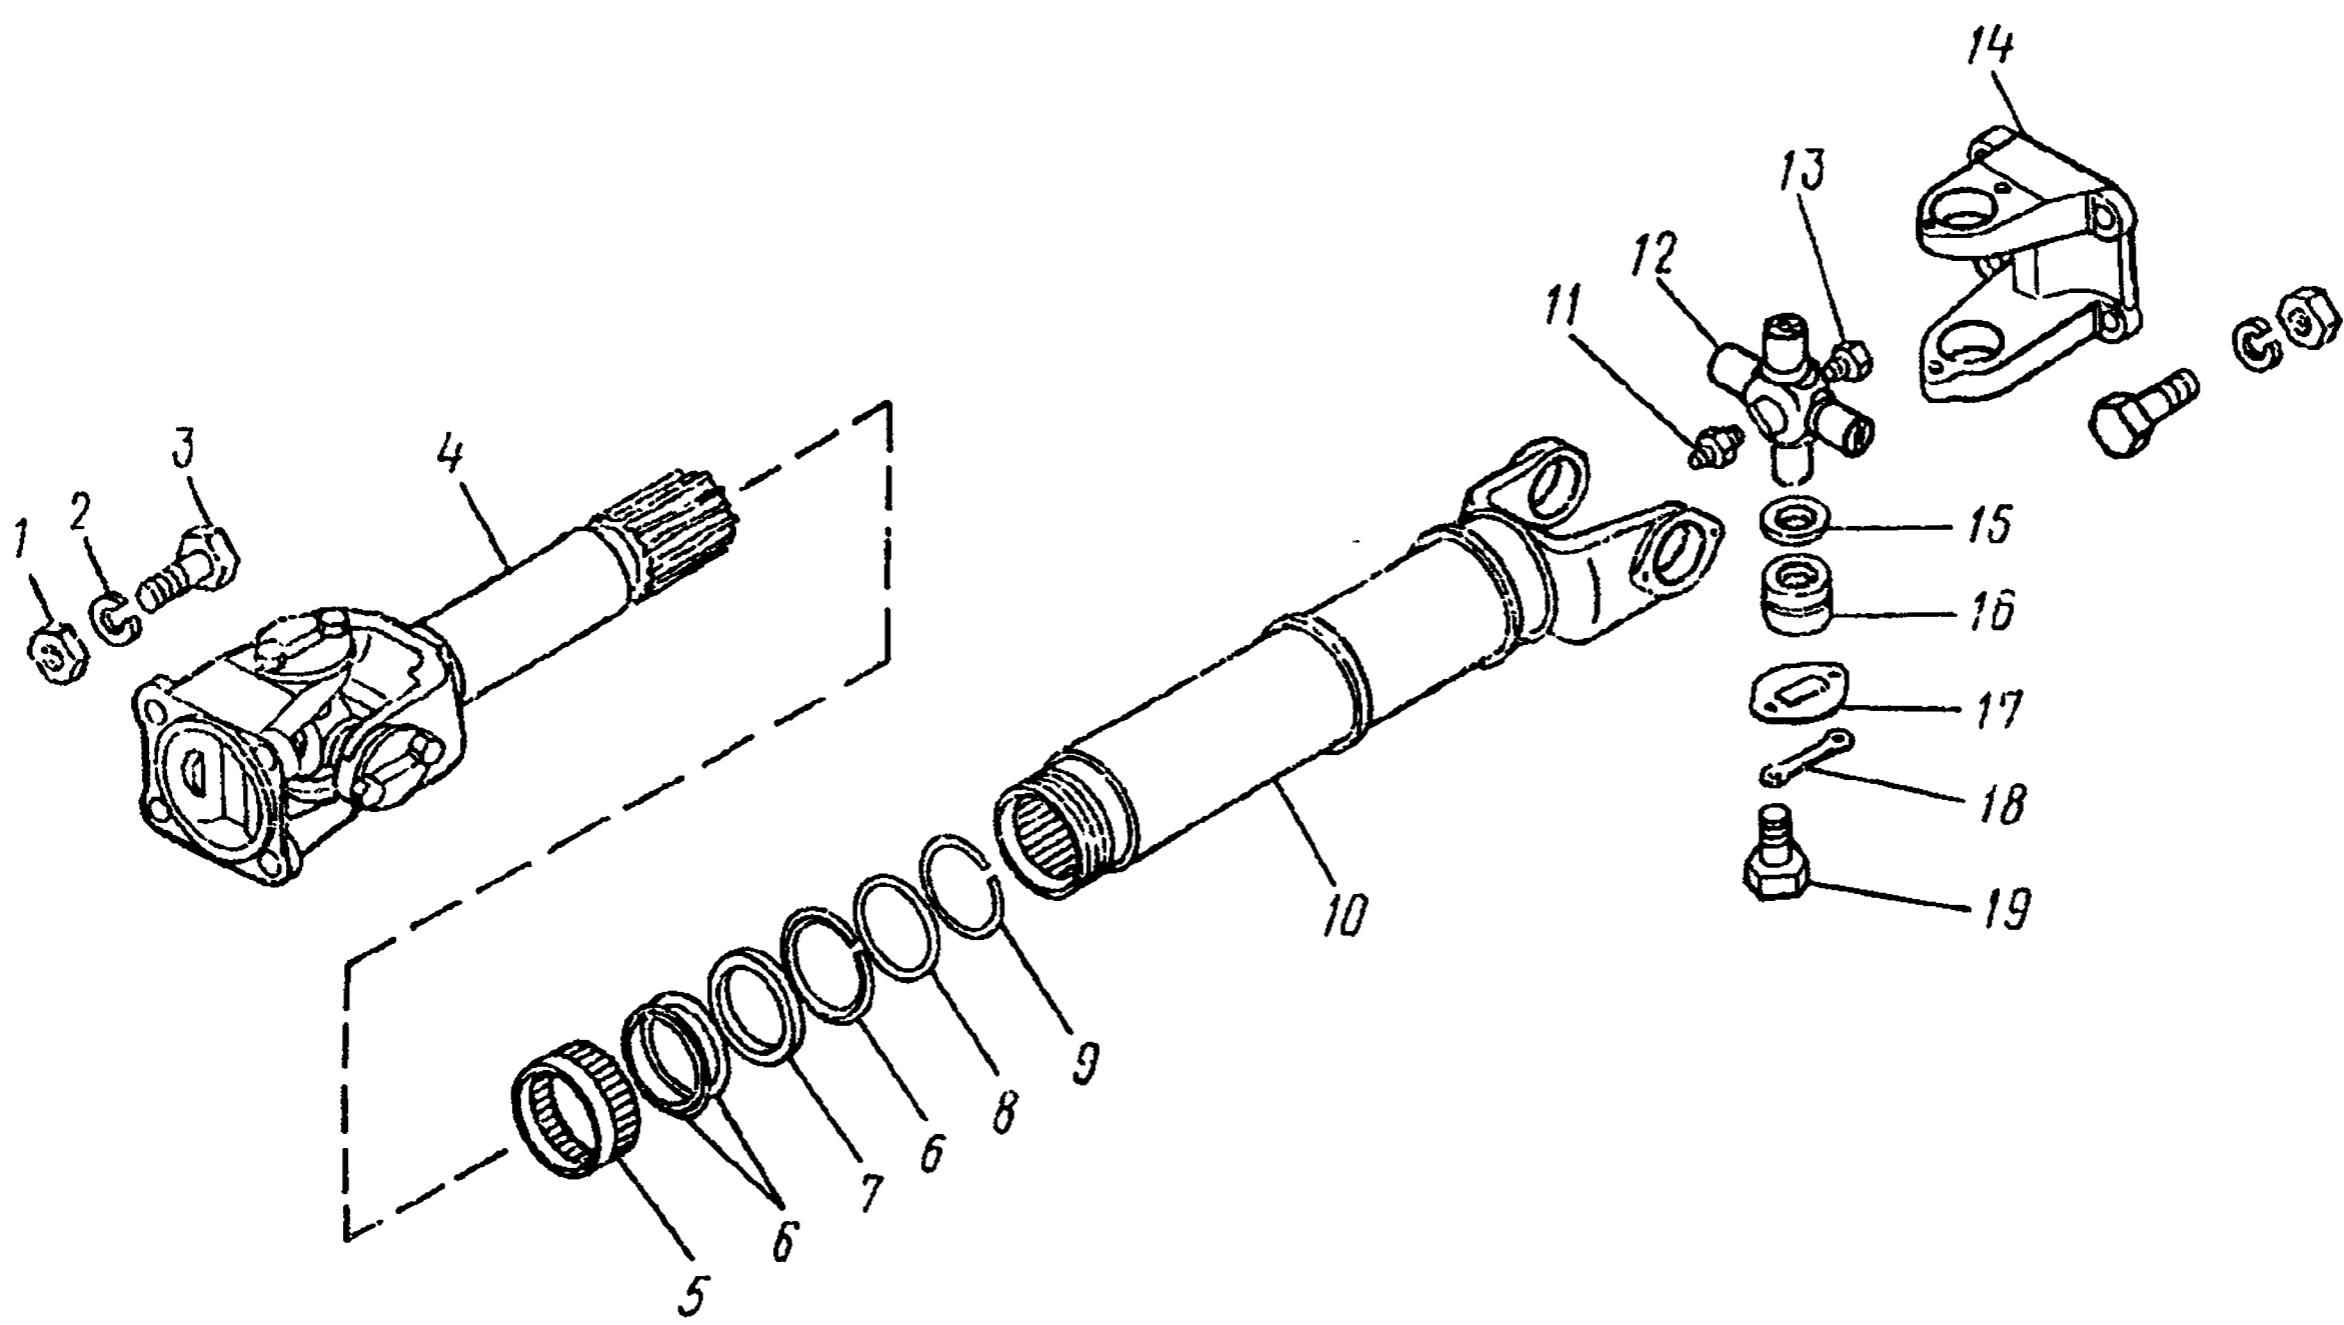
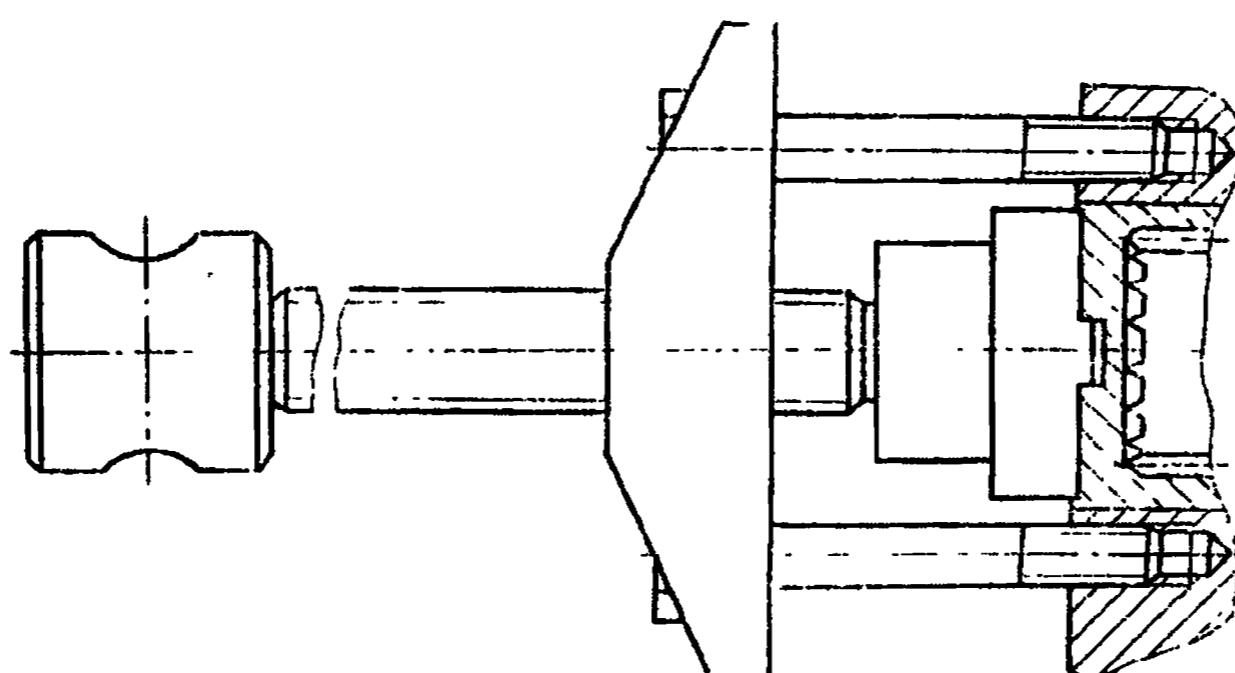

Рис. 195. Вал карданный заднего моста:
Рис. 196. Снятие съемником игольчатых подшипников
2. Отверните гайку 5 (рис. 195) крепления сальника шлицевой втулки, выньте скользящую вилку 4.	Трубный ключ
6. Выпрессуйте съемником (рис. 196) игольчатые подшипники из фланца вала 10 (см. рис. 195), затем из фланца 14, снимите крестовину 12	Съемник
12. Вверните масленку 11 (см. рис. 195) со штуцером в крестовину 12	Ключ 12 мм
14. Запрессуйте игольчатые подшипники 16 (см. рис. 195) съемником	Съемник